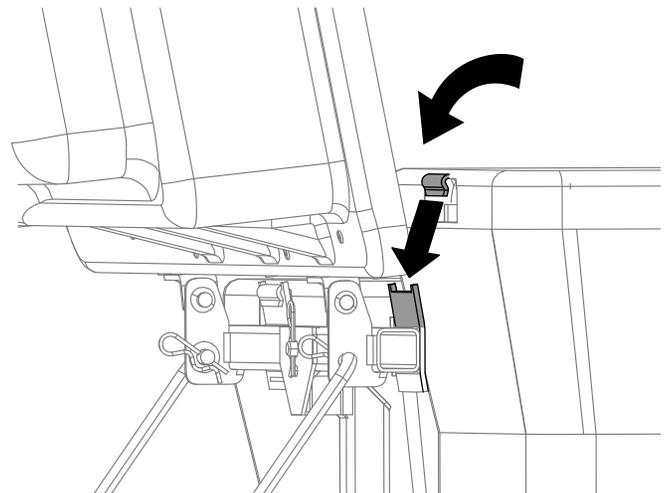

Bild 21
4. Heben Sie die Abdeckung des Heckfangsystems an und setzen Sie die Grasfangkörbe ein. Schieben Sie die Korbhaken auf die Befestigungshalterungen (Bild 21).